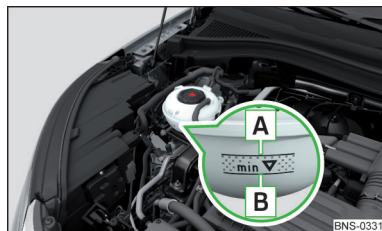

Fig. 328
**Verificar el estado del líquido refrigerante** - el líquido refrigerante tiene que estar entre las marcas **A** y **B** » fig. 328. Si el estado del líquido refrigerante está debajo de la marca **B**, rellenar el líquido refrigerante.
La **especificación** del líquido refrigerante se encuentra en el depósito de compensación del líquido refrigerante » fig. 328.
- No rellene el depósito de líquido refrigerante por encima de la marca **A** » fig. 328. El servicio oficial puede ser presionado por el calentamiento del sistema de refrigeración - Existe el peligro de un daño de las partes del vano motor.